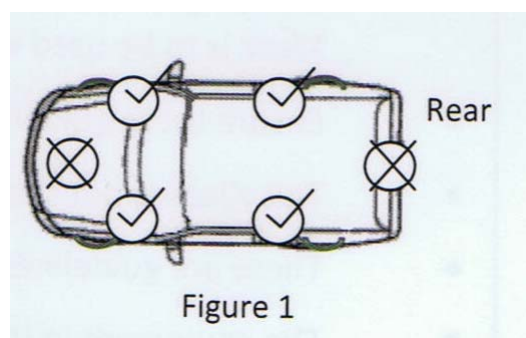

Figure 1
- Choisissez un endroit bas et solide de la caisse, capable de supporter le poids du véhicule. Ne jamais placer sous les réservoirs de carburant, sous des pièces de carrosserie en plastique fragile ou sous le système d'échappement. Éviter les saillies du châssis, des boulons ou rebords. Voir la figure 1 pour l'emplacement de récupération recommandée.